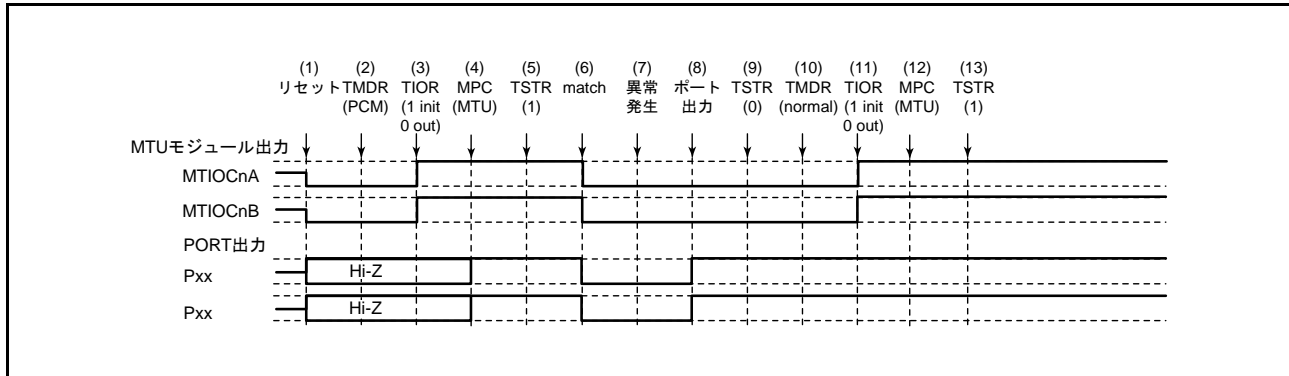

図 20.143 位相計数モードで異常が発生し、ノーマルモードで復帰する場合
位相計数モードで異常が発生し、再設定後ノーマルモードで再スタートする場合の説明図を図 20.143 に示します。
(1) ~ (9) は図 20.143 と共通です。
(10) PWM モード1を設定します。
(11) TIOR レジスタで端子を初期化してください。なお、PWM モード1では MTIOCnB (MTIOCnD) 端子に波形が出力されません。出力すべきレベルがある場合は、I/O ポートのポート方向レジスタ (PDR)、ポート出力データレジスタ (PODR) で汎用出力ポートの設定をしてください。
(12) MPC と I/O ポートのポートモードレジスタ (PMR) で MTU 出力としてください。
(13) TSTR レジスタで再スタートします。
(10) PWM モード2を設定します。
(10) 位相計数モードで再スタートする場合には必要ありません。
(11) TIOR レジスタで端子を初期化してください。